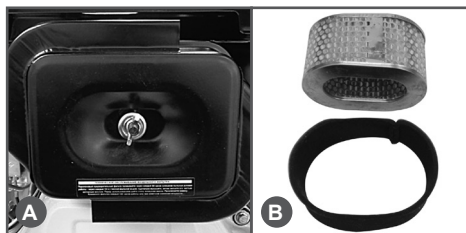

Рис. 17 Воздушный фильтр
1. Открутите барашковую гайку и снимите крышку воздушного фильтра (Рис.17А).
Воздушный фильтр состоит из двух фильтрующих элементов (Рис.17В):